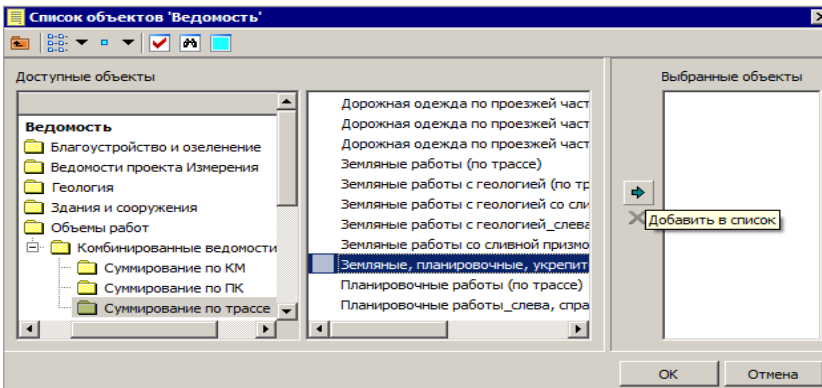

Рис. 23.9
– Нажмите кнопку **Добавить в список**  (рис. 23.9).